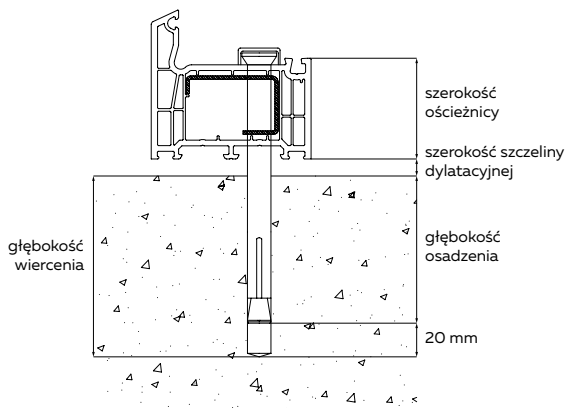

Rys. 1 Mocowanie profili PVC
8. Zamocować ościeżnicę przy pomocy dybli, wkrętów (rys. 2a i 2b str. 6) lub kotew montażowych (rys. 3 str. 6). W przypadku zastosowania dybli w dolnej części ramy należy otwory na dyble wypełnić silikonem w celu ich uszczelnienia. Rozmieszczenie mocowań pokazano na rys. 1 na str. 5.